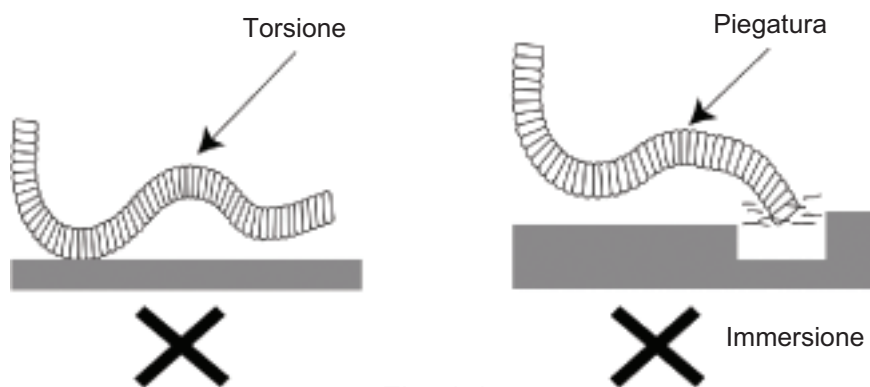

Fig. 4.4
- (1) Per un drenaggio adeguato, il tubo di scarico deve essere posizionato con pendenza verso il basso.
- (2) Non torcere o piegare il tubo di scarico, né immergere la sua estremità in acqua (Fig. 4.4).
- (3) Avvolgere il tubo di scarico con materiale termoisolante.
- (4) Non è consentito collegare il tubo della condensa al tubo di scarico o ad altre condutture che potrebbero provocare corrosione o peculiare odore, per impedire all'odore stesso di penetrare all'interno dell'ambiente e per evitare danni all'Unità.
- (5) Non è consentito collegare il tubo della condensa al tubo di scarico, per evitare che l'acqua piovana penetri all'interno dell'ambiente, causando danni agli oggetti personali o lesioni alle persone.
- (6) Il tubo di scarico della condensa deve essere collegato ad uno speciale sistema di drenaggio per condizionatore d'aria.